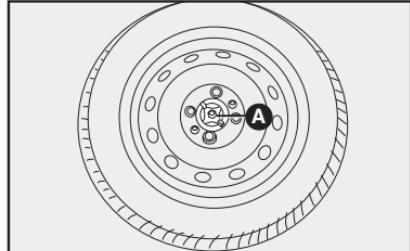

fig. 2
- Afloje el dispositivo de bloqueo **A** fig. 2, saque la rueda de repuesto.